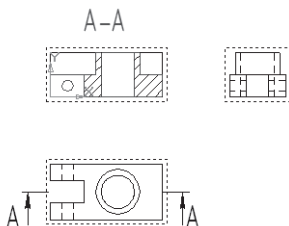

Рис. 329. Фронтальный разрез. Направляющая
-  – обновите изображение. Построение фронтального разреза завершено (рис. 329);